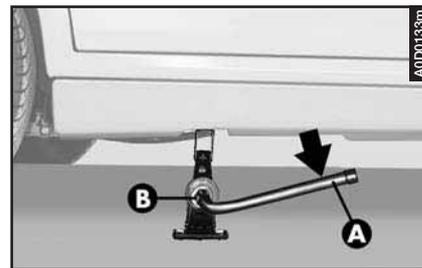

fig. 8
– Inserire la chiave ad elle (**A-fig. 8**) sul perno (**B**) del cric.